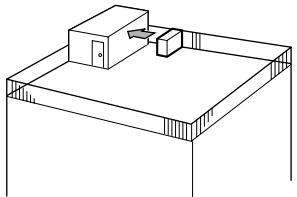

Fig. 2-3
- ① Τοποθετήστε τη μονάδα ώστε το στόμιο εξαγωγής του αέρα να είναι στραμμένο προς τον πύλαιστερο διαθέσιμο τοίχο και να απέχει περίπου 50 εκατοστά. (Fig. 2-3)